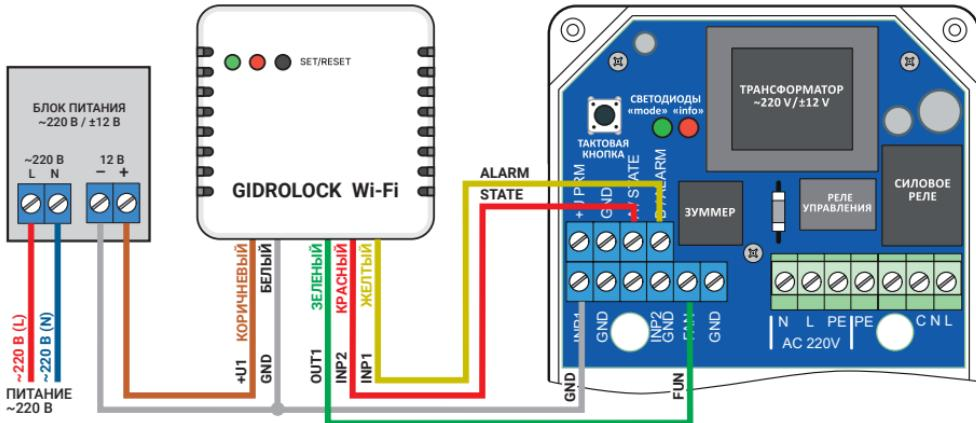

Рис. 5. Схема подключения Модуля GIDROLOCK Wi-Fi с внешним блоком питания (пример подключения).
5.6 К блоку управления можно подключить **GSM-модем GIDROLOCK**. Схема подключения приведена на рис.5. Для питания GSM-модема GIDROLOCK потребуется внешний отдельный блок питания 220В/8..15В (1,0А).